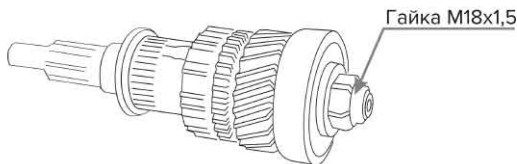
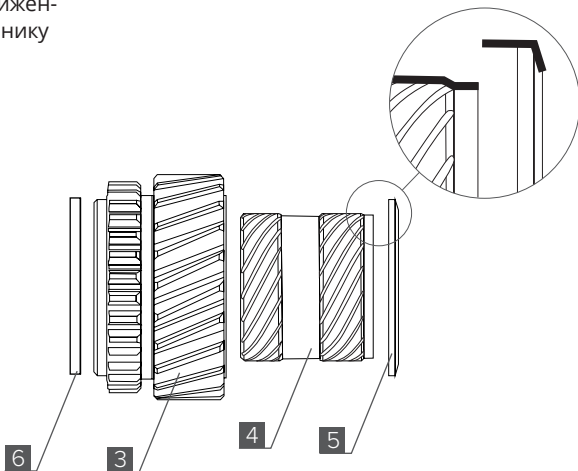

Рис. 4
Рис. 6
2. Установите кольцо втулки [5], расположив его плоской стороной к шестерне пониженной передачи [3], а фаской – к подшипнику (Рис. 6, выделено жирным).
3. Установите втулку [4], расположив ее наружным расточенным буртиком к кольцу [5] и подшипнику (Рис. 6, выделено жирным). Кольцо [6] ставится между втулкой [4] и упорным буртиком входного вала. Затяните гайку M18x1,5 крепления заднего подшипника ведущего вала моментом 30...35 Нм и закерните от раскручивания, (см. рис. 4)